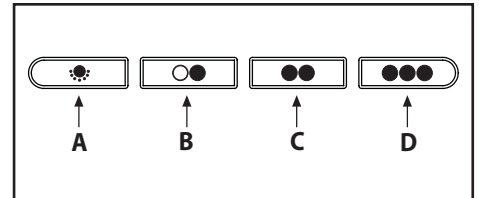

Fig.12
• **Comandi meccanici (Fig.12)** : la simbologia è di seguito riportata: